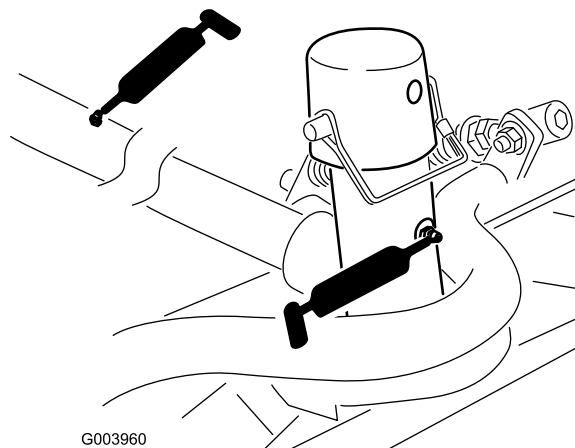

Figura 40
- Telaio portante e perno degli elementi di taglio (2 cad.) (Figura 40)